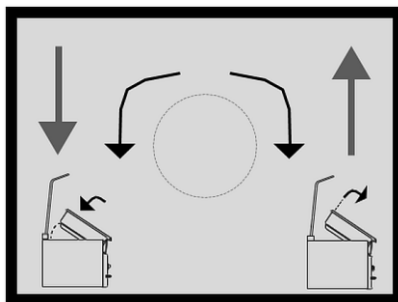

Abb. 11
1. Drehen Sie zum Anheben den weiß-schwarzen Schalter (7) nach rechts
2. Halten Sie den Schalter in der gedrehten Position (Abb. 11).